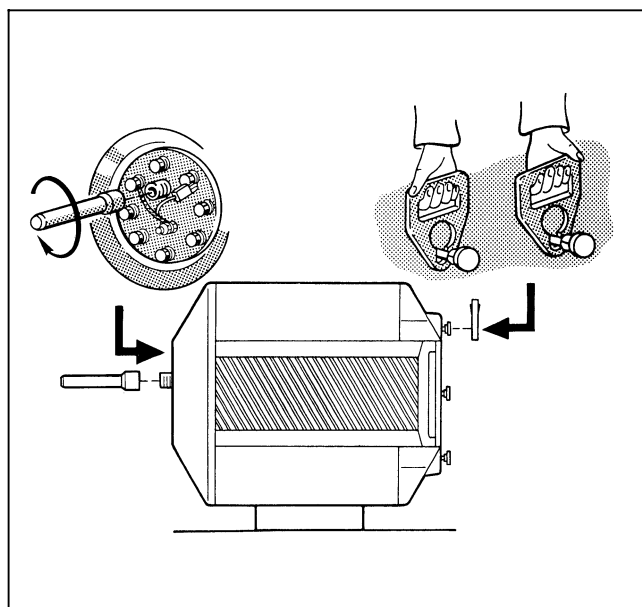

Рис. 4 – Принципиальная схема
- Надеть две ручки на ножки так, чтобы резьба вошла в отверстия с малым диаметром (рис. 4).